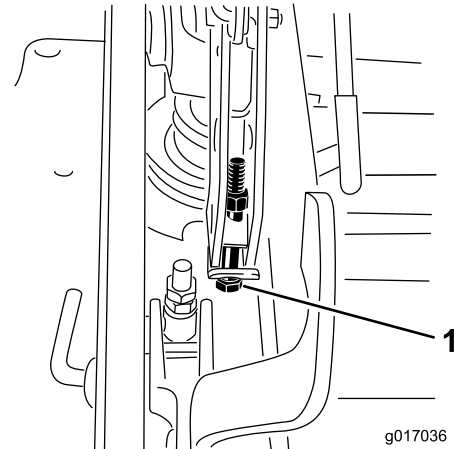

**Figura 74**
- Para ajustar el sistema de ajuste de un solo punto, afloje los 2 pernos situados cerca del borde inferior de la pletina de altura de corte (Figura 74).
- Apriete los 2 pernos en el borde inferior de la pletina de altura de corte (Figura 74). T